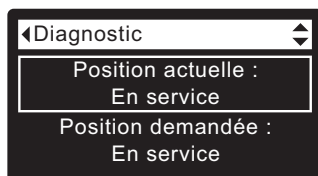

FIG. 97
4. Appuyez sur le bouton HAUT (▲) pour faire défiler les options du menu et mettre en encadré **Position actuelle** (cf. Figure 97).